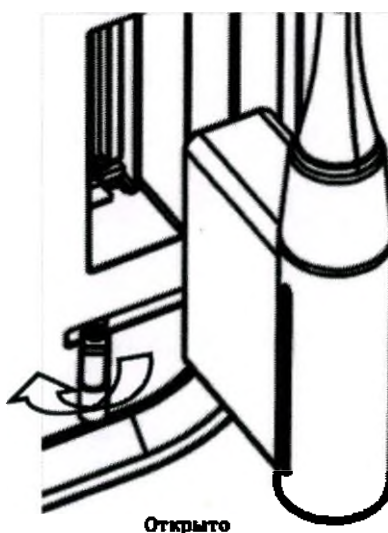

Рисунок 16
2. Поверните на 90° против часовой стрелки в горизонтальное положение (как показано на рис. 16).
3. Вытяните разъем датчика прямо вертикально (рис. 16).